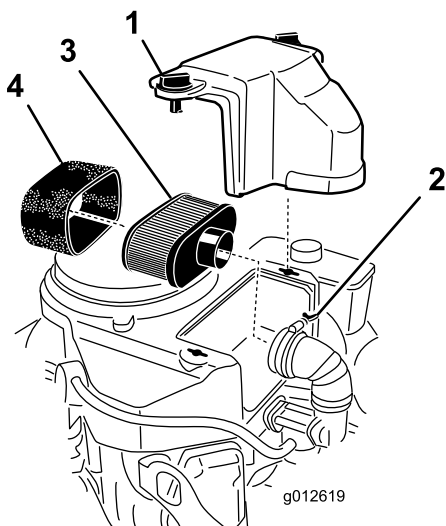

Figura 38
3. Para evitar qualquer dano, limpe à volta do filtro de ar para impedir a entrada de impurezas para o interior do motor (Figura 38).
4. Desaperte os botões da cobertura e retire a cobertura do filtro de ar (Figura 38).
5. Desaperte o dispositivo de fixação de tubagem e retire o conjunto do filtro de ar (Figura 38).
6. Retire cuidadosamente o filtro de esponja, passando pelo filtro de papel (Figura 38).
1. Limpe o elemento de papel batendo suavemente para remover a sujidade. Se estiver muito sujo, substitua o elemento de papel (Figura 38).
1. Deslize cuidadosamente o elemento de esponja para o filtro de papel (Figura 38).
2. Coloque estrutura do filtro do ar na base do filtro do ar ou tubo e prenda-a (Figura 38).
3. Coloque a cobertura do filtro de ar na sua posição e aperte os botões da cobertura (Figura 38).